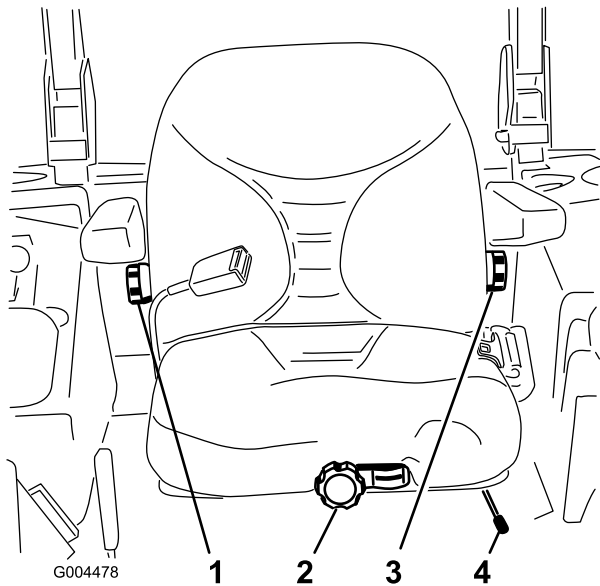

図 13
1. 調整は、レバーを横に動かしてシートのロックを解除して行います 図 13。
運転席に座らずに、座席前部にあるノブを、オペレータの体重に合わせてセットします 図 13。
調整は、右側のアームレストの下にあるノブを回して最も乗り心地が良い位置にセットします 図 13。
調整は、左側のアームレストの下にあるノブを回して最も乗り心地が良い位置にセットします 図 13。